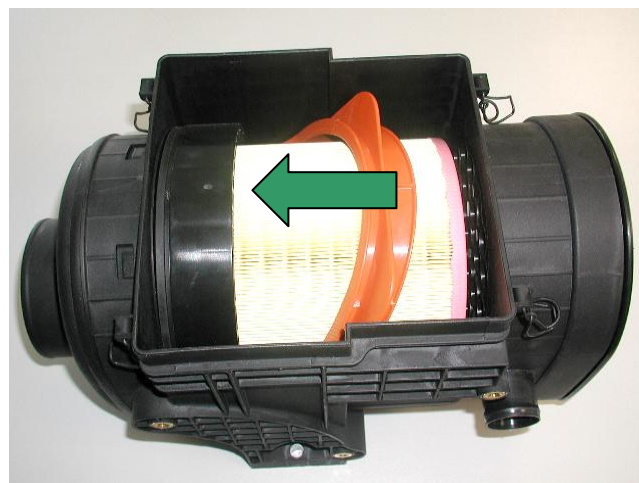

Fig. 4 Sbloccare il telaio dell'elemento principale
- Portare la staffa di serraggio rossa in direzione "unlock" (vedi Fig. 4).
- Prelevare il telaio (pos. 11) insieme all'elemento principale (pos. 2).